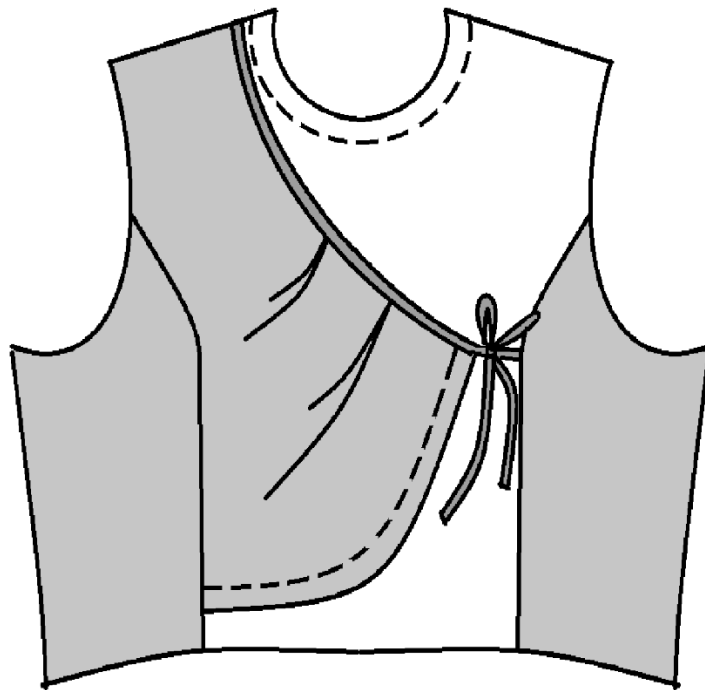

Рисунок 1 – Фрагмент платья. Перед
Второй этап: Моделирование фрагмента заданной модели **«ПЕРЕД»** женского платья (стр. 8, рис. 1) в натуральную величину и изготовление лекал
Третий этап: Изготовление (пошив) образца фрагмента заданной модели (стр. 8, рис. 1) женского платья.
1) Внешний вид фрагмента заданного изделия должен полностью соответствовать техническому рисунку модели и художественно-техническому описанию (стр. 3, табл. 1), рисунку фрагмента (стр. 8, рис. 1) и техническим требованиям в п.п.2.2 (при их наличии).
«Обработка ПЕРЕДА» (рис. 1)**